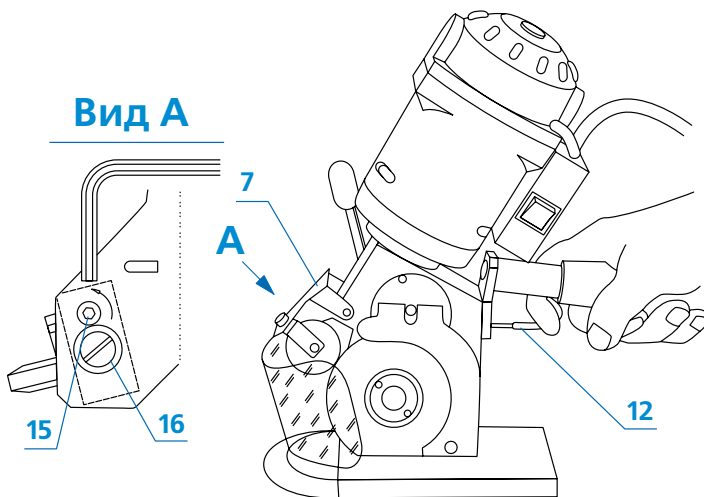

Рис. 3. Заточивание ножа.
Высокой производительности и хорошего качества раскроя можно добиться только при использовании острого ножа. Увеличение сопротивления при раскрое и затягивание нижних слоев раскраиваемого материала указывают на то, что нож затупился. Для затачивания, тягой (12) притянуть заточный камень к вращающемуся ножу так, как показано на рис. 3. Нож считается острым, если при правильно установленном нижнем ноже режет единичный слой ткани.
Если заточка оказалась неэффективной, следует увеличить угол наклона заточного диска к поверхности ножа. С этой целью, после остановки ножа специальным ключом повернуть эксцентрик (15) на небольшой угол так, чтобы его конец переместился на 1,0-1,5 мм в направлении стрелки - вид А рис. 3 (нельзя освобождать винт (16)). Правильный угол наклон заточного камня устанавливается методом проб, проверяя эффективность заточивания ножа, при необходимости многократно повторяя (как описано выше) поворот эксцентрика на небольшой угол.